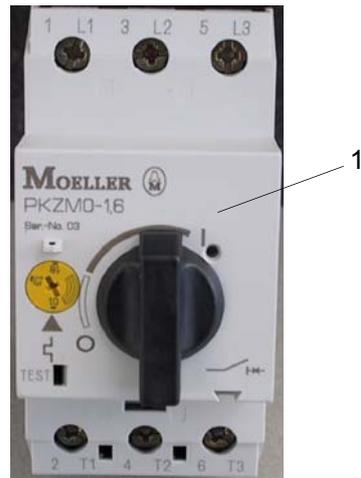

Fig. 3.2
- Une fois le problème résolu, le relais de protection du moteur peut être remis en position en tournant le bouton -1- sur la position I , - Fig. 3.2 -.